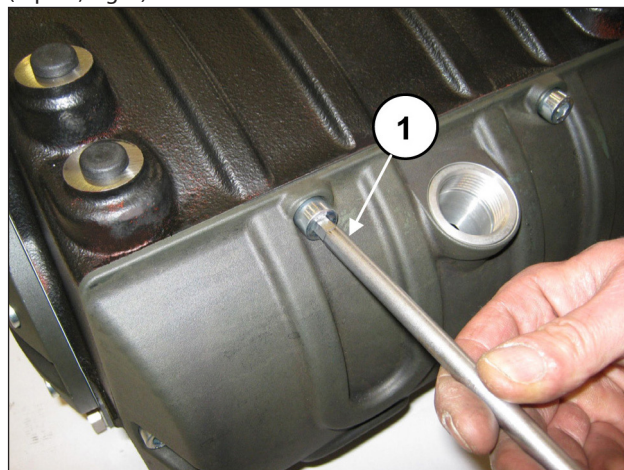

Fig. 2
Vidanger l'huile de la pompe puis démonter le couvercle du carter (avec ses joints toriques) en dévissant les 6 vis M10 (rep. ①, Fig. 2).